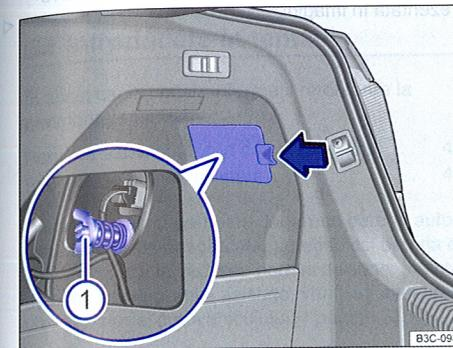
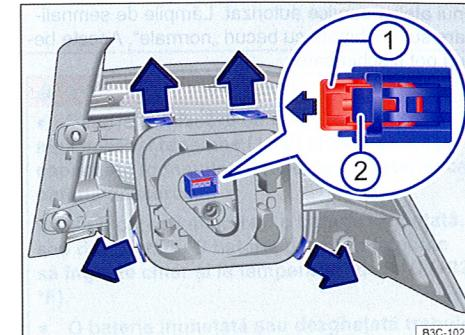

Fig. 250 În caroserie: demontarea blocului optic spate.
Fig. 251 Demontarea soclului becului.
3. Deschideți clapeta ⇒ fig. 250 (săgeata).
4. Desfaceți manual șurubul de fixare ①.
6. Trageți blocajul conectorului ⇒ fig. 251 ① în sensul săgeții.
7. Apăsați blocajul ② și detașați mufa de conectare.
9. Pentru deblocarea soclului becului, apăsați elementele de blocare ⇒ fig. 251 în sensul săgeții respective.
14. Apăsați blocajul conectorului ① în sensul contrar săgeții.
16. Tineți cu o mână blocul optic spate în poziția de montaj, iar cu cealaltă strângeți șurubul de fixare ⇒ fig. 250 ①.